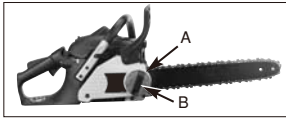

Bild. 4
1. Halten Sie die Spitze der Leitschiene nach oben und drehen Sie die Justierschraube (A) IM UHRZEIGERSINN, um die Spannung der Kette zu erhöhen. Drehen Sie die Schraube ENTGEGEN DEM UHRZEIGERSINN, lockert sich die Spannung der Kette. Prüfen Sie, ob die Kette ganz um die Leitschiene angelegt ist (Bild. 4).